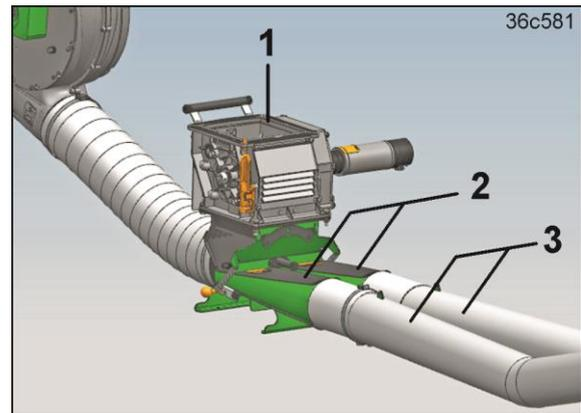

Fig. 95
- 1 Dosierer (Fig. 95/1)
- 1 Doppelinjektor (Fig. 95/2)
- 1 Doppelförderstrecke (Fig. 95/3)